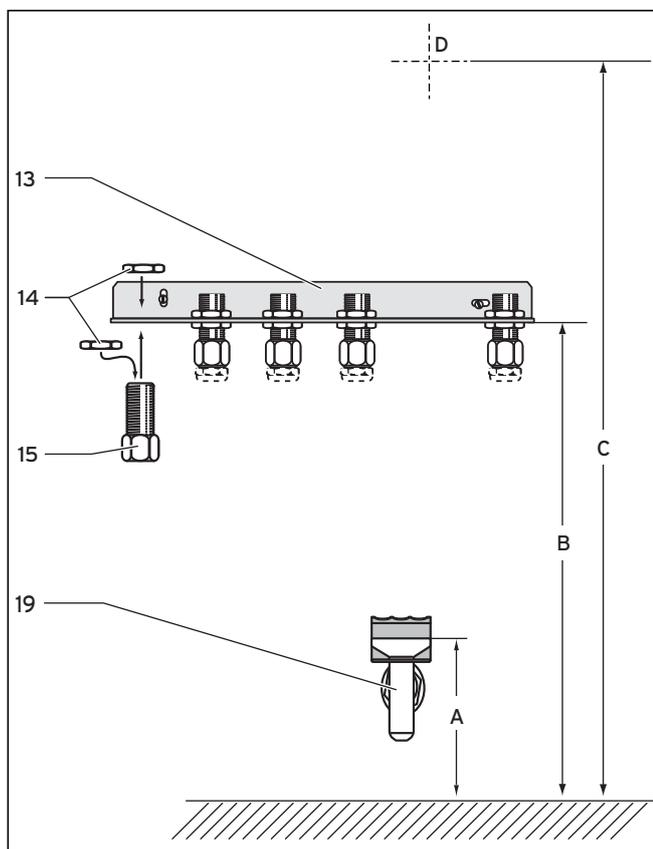

Abb. 4.3 Montage der Anschlusskonsole
- Legen Sie die Hausinstallationsleitung zu Punkt D Abbildung 4.3.
- Montieren Sie die Anschlusskonsole (13) und den Ablauftrichter (19) gemäß Abbildung 4.3 und der Tabellen 4.2 bzw. 4.3. Die Mitte der Anschlusskonsole entspricht der Mitte der Geräteposition.
- Fixieren Sie die fünf Doppelnippel (15) mit den Sechskantmutter (14) an der Anschlusskonsole (13). Die Innengewinde der Doppelnippel zeigen dabei in Richtung der hauseseitigen Verrohrung.
- Führen Sie die hauseseitigen Leitungen für Heizwasser, Trinkwasser und Zirkulation an die Anschlusskonsole (13) heran.